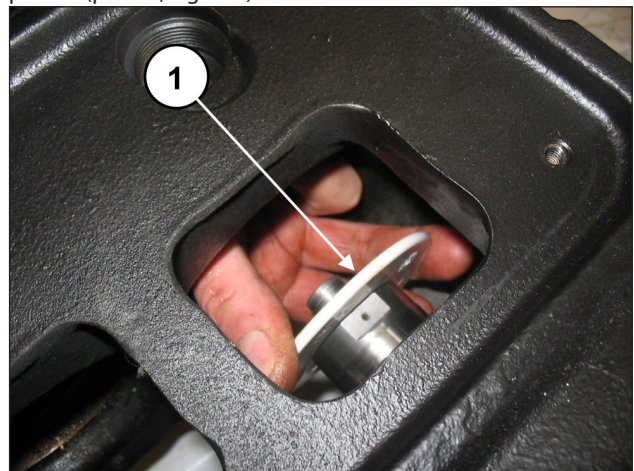

Fig. 116
Solte os anéis de proteção contra respingos da guia dos pistões (pos. ①, Fig. 116).